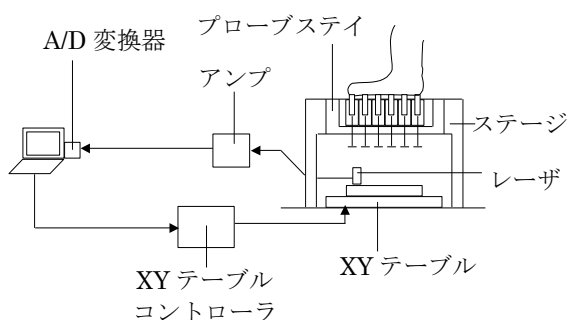

図2 システム構成
③ システム（図2）の組立および足底形状を計測した後の補正作業